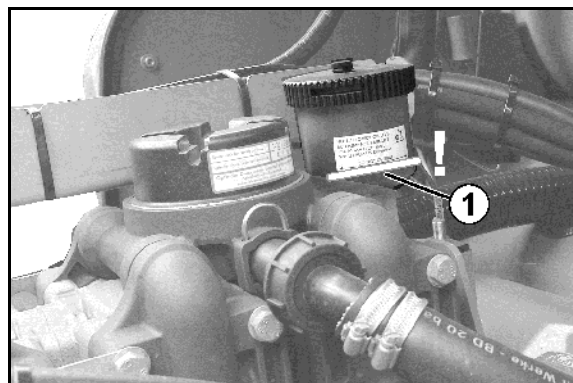

Fig. 197
2. Suflați vaporizatorul (Fig. 197/2) și radiatorul de apă caldă (Fig. 197/3) cu aer comprimat (maxim 5 bar).
3. Înlocuiți garniturile deteriorate (Fig. 197/1) de sub capac cu unele noi.